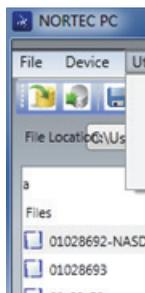
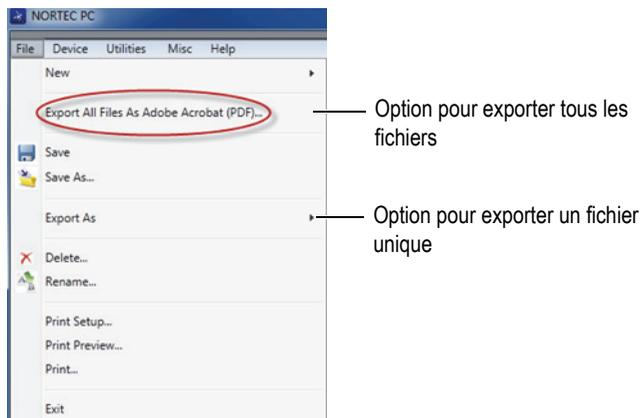

Figure 6-14 Fichiers dans le volet gauche de la fenêtre du logiciel pour PC NORTEC
Figure 6-15 Menu File (Fichier)
- ◆ Sélectionnez le fichier dans le volet gauche de la fenêtre du logiciel pour PC NORTEC (voir la Figure 6-14 à la page 330), et puis sélectionnez **Export As > PDF** (Exporter comme PDF) [voir la Figure 6-15 à la page 330]
- ◆ Dans le menu **File** (Fichier) du logiciel pour PC NORTEC, sélectionnez **Export All Files As Adobe Acrobat (PDF)** [Exporter tous les fichiers sous format Adobe Acrobat (PDF)] (voir la Figure 6-15 à la page 330).